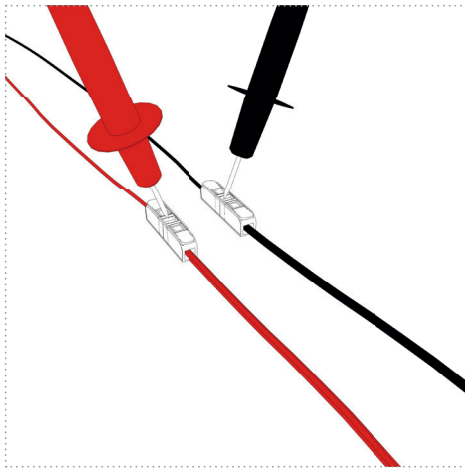

Figure 20
4. Remettez en place le fusible du circuit de l'unité UV et vérifiez la tension correcte du réseau aux ouvertures de test des bornes de connexion (*figure 20*).